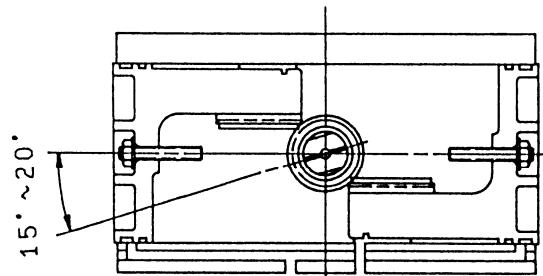

图 10-12.
- 输出轴⑩4装配好后，将输出轴方头部位的V形槽处于如图10-12所示的位置。
- 在保持图10-12所示角度的同时，将活塞⑩2、气缸的两侧装入。当两个活塞的齿条部位和输出轴上的齿轮接触后，用扳手卡住轴出轴的方头部位，并顺时针转动，使齿轮与齿条啮合，活塞向内部移动。
- 活塞装配结束后，使输出轴顺时针旋转，必须确认输出轴方头部的V形槽与气缸⑩1近似成垂直，如稍有偏差，可用设在活塞中心部位的内限位螺钉进行调整，如相差较大，则须重新进行装配。